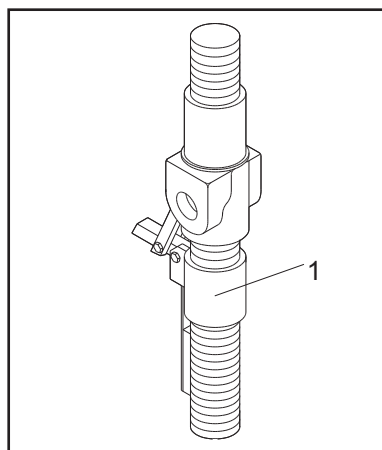

Fig.17 Abb.17
- in caso di rottura della chiocciola portante, interviene la chiocciola di sicurezza (rif.1, fig.17).
- in the case of damage to the load-bearing nut, a safety nut (ref.1, fig.17) is automatically engaged.
- écrou de sécurité intervenant en cas de rupture de l'écrou porteur (rep. 1 fig. 17)
- bei Bruch eines tragenden Spiralgehäuses greift das Sicherheitsspiralgehäuse ein (Ref. 1, Abb. 17);
- en caso de rotura del tornillo patrón, interviene el tornillo de seguridad (ref.1, fig. 17).